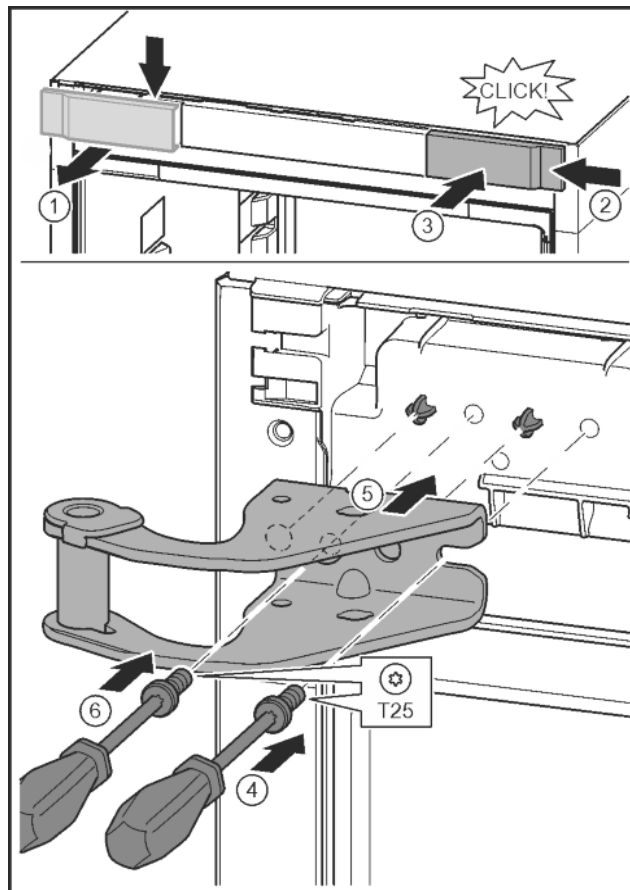

Fig. 12
- Poluzować osłonę i zdjąć w bok. *Fig. 12 (1)*
- Osłonę obrócić o 180° założyć z drugiej strony od prawej. *Fig. 12 (2)*
- Zazębic osłonę. *Fig. 12 (3)*
- Śrubę założyć przy pomocy śrubokręta T25. *Fig. 12 (4)*
- Założyć górną płytkę zawiasu. *Fig. 12 (5)*
- Dokręcić śrubę. *Fig. 12 (4)*
- Śrubę założyć przy pomocy śrubokręta T25 i mocno dokręcić. *Fig. 12 (6)*